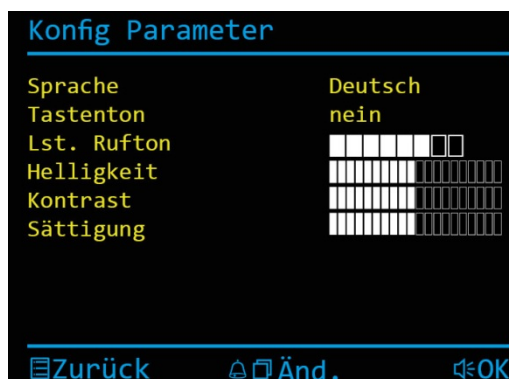

Abb. 36: Parameterauswahl
- ▶ Drücken Sie die Sprechentaste , um einen Parameter auszuwählen (Abb. 36).